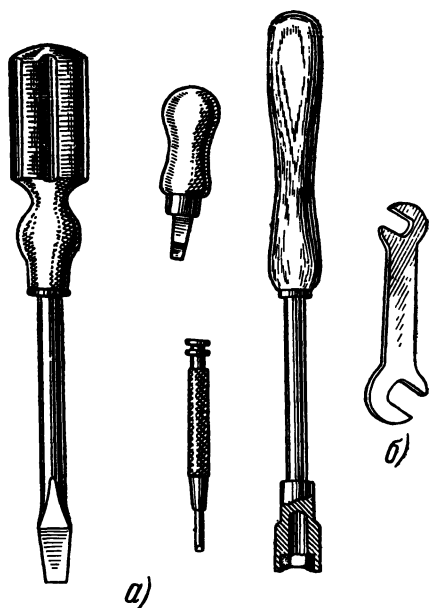

Рис. 6. Отвертки (а) и гаечные ключи (б).
На рис. 6 и в табл. 3 катушки, намотанные таким способом, обозначаются с индексом I ( $L_{D1}$ ,  $L_{Г1}$  и т. д.).
кольцами, а соответствующие им катушки связи — на верхней половине каркаса. Спиральный прилив, имеющийся на этой части каркаса, предварительно спиливают. Катушки обратной связи  $L_{O1}$  и  $L_{O2}$  наматывают на верхнюю часть каркаса внавал без щечек (рис. 6,р), а антенные катушки  $L_{a1}$  и  $L_{a2}$  — на шпильку  $\delta$ , которую надевают на верхнюю часть каркаса (рис. 6,с). Приклеивают такие катушки к крепежной плате непосредственно нижним ферритовым кольцом.
Гетеродинные катушки и катушки входных контуров приемника прямого усиления наматываются на каркас 2 без каких бы то ни было его изменений (рис. 6,г).
Если нет специального каркаса, катушки контуров промежуточной частоты  $L_{П2}$  можно намотать на каркасе так, как показано на рис. 6,ж. На таком же каркасе можно намотать и антенные фильтры промежуточной частоты.
**Некоторые вопросы техники монтажа радиоаппаратуры. Монтажный инструмент.** Хорошее качество монтажа требует правильного подбора монтажных инструментов и хорошего состояния их. Важнейшие монтажные инструменты, применяемые радиомастерами, показаны на рис. 6, 7, 8, 9.
Гаечные ключи (рис. 6, б) применяются для завинчивания и фиксации шестигранных гаек и болтов.